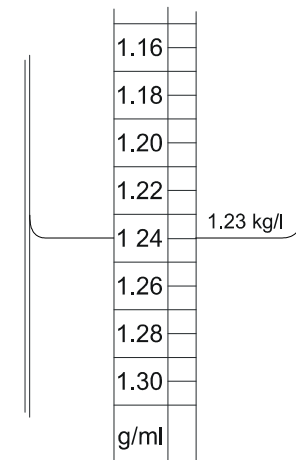

Figure 5-8. Mesure de la Densité de l'Electrolyte
- Lire la valeur comme indiqué sur la Figure 5-8.